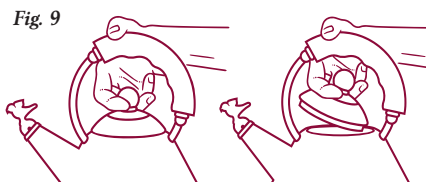

Fig. 9
- Ta inte av vattenkokarens lock förrän vattenkokaren har svalnat. Ta av locket på det sätt som visas i fig. 9.